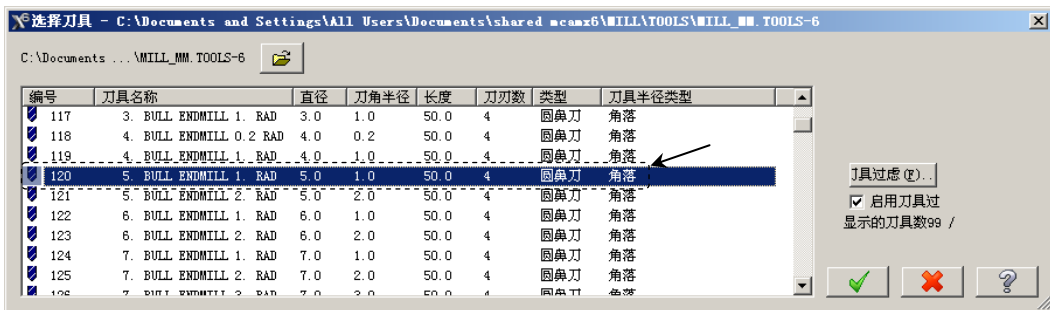

图 12.12 “选择刀具”对话框
Step4. 选择刀具。在“曲面残料粗加工”对话框中单击 **选择刀库** 按钮，系统弹出“选择刀具”对话框，在该对话框的列表框中选择图 12.12 所示的刀具。单击 按钮，关闭“选择刀具”对话框，系统返回至“曲面残料粗加工”对话框。